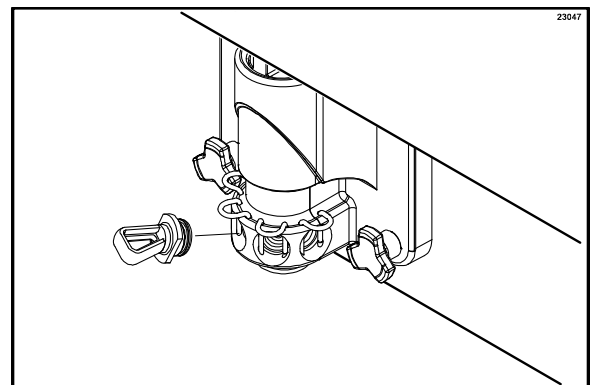

Abbildung 59
15. Alle Haltebügel anheben. Die Sirupanschlussstopfen in die Sirupanschlussöffnungen im Frontverschluss einsetzen. Die Haltebügel nach unten drücken, um die Stopfen im Frontverschluss zu sichern. (Siehe Abbildung 59.)